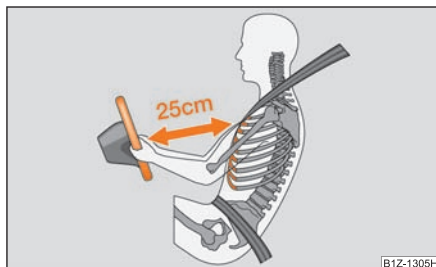

Fig. 179 Distanța sigură față de volan
- Atât pentru conducător cât și pentru pasagerul dreapta este important să păstreze o distanță de cca. 25 cm față de volan, respectiv de tabloul de bord ⇒ fig. 179. Dacă nu se respectă această distanță, sistemul airbag nu își poate exercita eficiența maximă – Pericol! Pe lângă acestea, scaunele din față și tetierele trebuie să fie întotdeauna reglate în funcție de mărimea corpului.